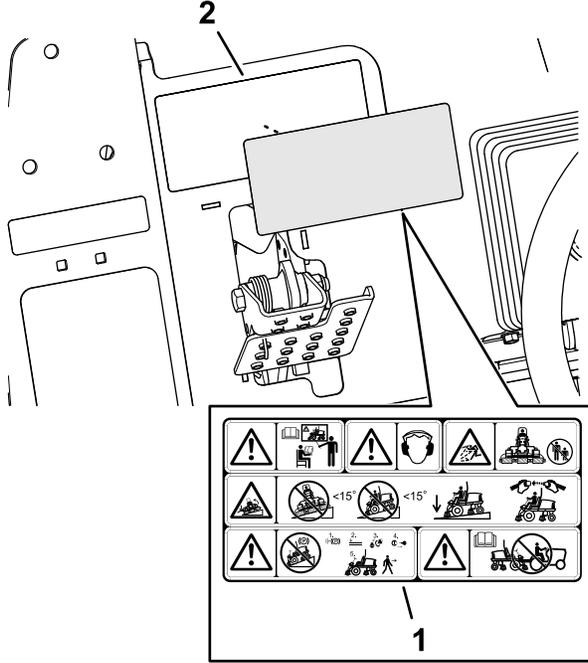

Figura 40
- Utilice alcohol y un trapo limpio para limpiar la superficie de la pegatina de advertencia 133-2930, y deje que la pegatina se seque (Figura 40).